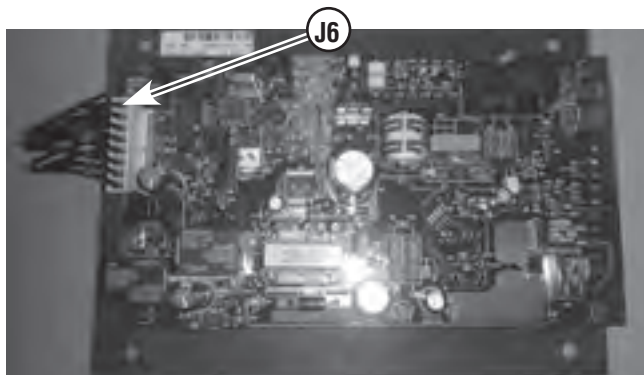

Figure 4A
- Retirez les vis pour accéder au tableau de commande à l'arrière du panneau. La génératrice est équipée d'un de deux tableaux de commande (Figure 4A or 4B).